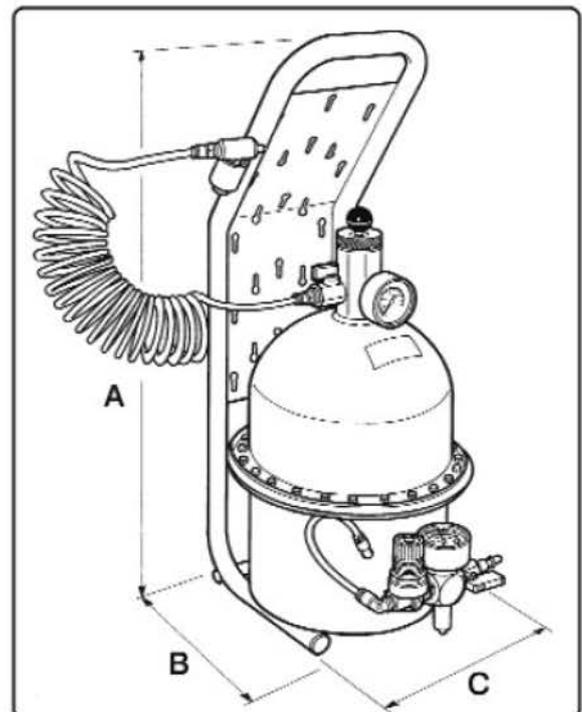

Fig.2
**TECHNISCHE KENMERKEN (Fig. 2)**